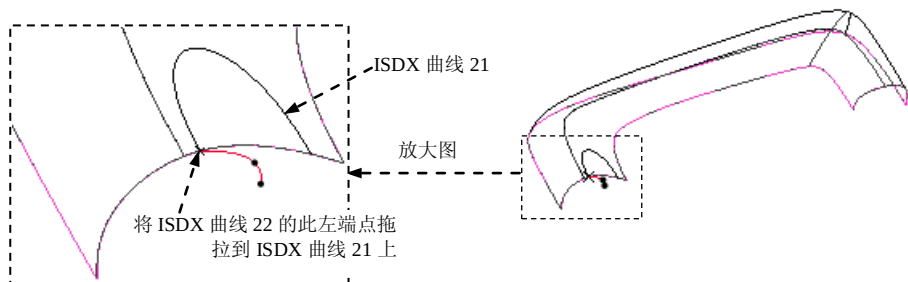

图 8.8.64 对齐端点
③ 按住 Shift 键, 将 ISDX 曲线 22 的上端点拖拉到 ISDX 曲线 21 上, 该端点将变成小叉 “×”, 如图 8.8.64 所示。